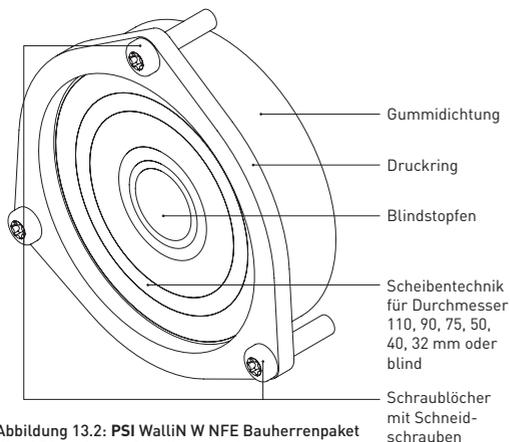

Abbildung 13.2: **PSI WalliN W NFE Bauherrenpaket Wand Dichteinsatz** Scheibentechnik
- Entfernen Sie den Blindstopfen des **PSI WalliN W NFE Bauherrenpaket Wand Dichteinsatzes** und passen Sie die Gummidichtung anhand der vorgegebenen, stufenlosen Scheibentechnik (110, 90, 75, 50, 40, 32 mm oder blind) entsprechend dem Rohrleitungsdurchmesser an (s. Abbildung 13.2).